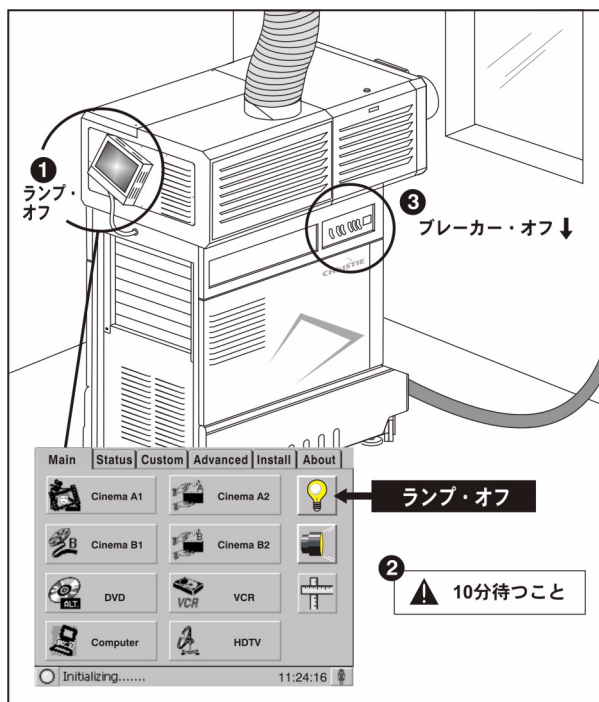

図 3-2 電源遮断の手順
3. 操作者側のペデスタルから、すべてのブレーカーを OFF に設定します（図 3-2 電源遮断の手順）。